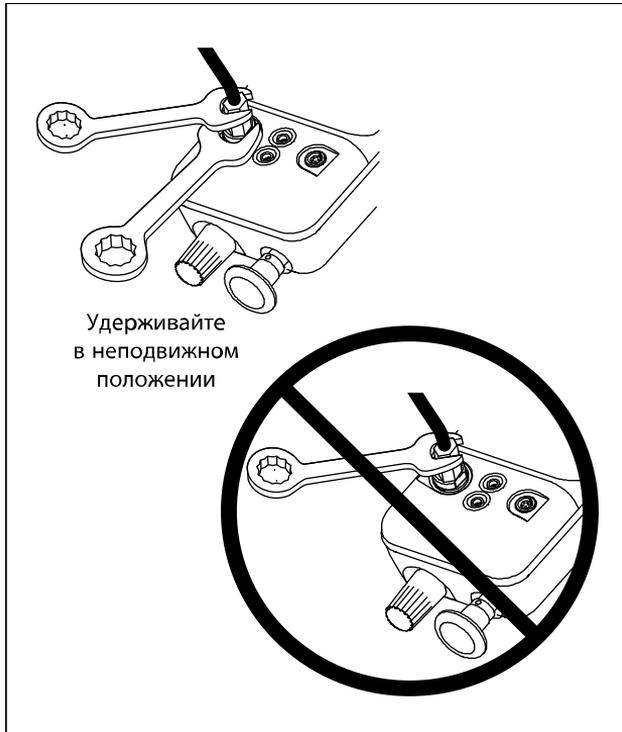

Рисунок 1. Способ подключения
- **Не затягивайте соединение между фитингом и корпусом Калибратора. На Рисунок 1 показано правильное использование инструментов.**